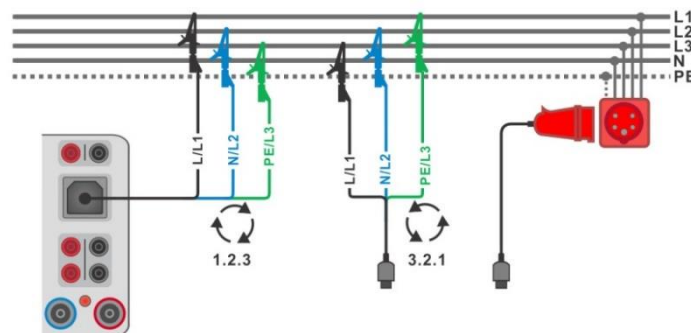
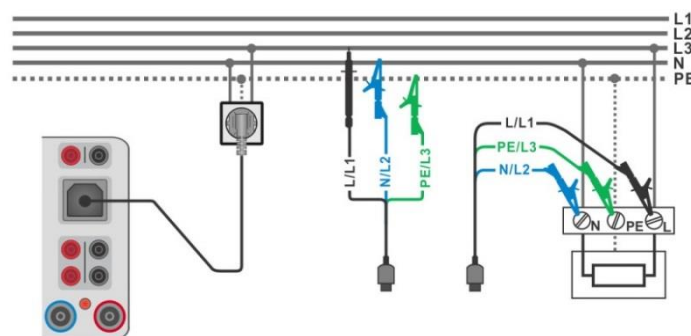

Abbildung 6.61: Anschluss des 3-Leiter Prüfadapters und des optionalen Adapters im Drei-Phasen-System
Abbildung 6.62: Anschluss des Commander-Prüfsteckers und des 3-Leiter Prüfadapters im Ein-Phasen-System
- › Verbinden Sie das 3-drahtige Prüfkabel oder das Steckerprüfkabel mit dem zu prüfenden Objekt (siehe **Abbildung 6.61** und **Abbildung 6.62**).